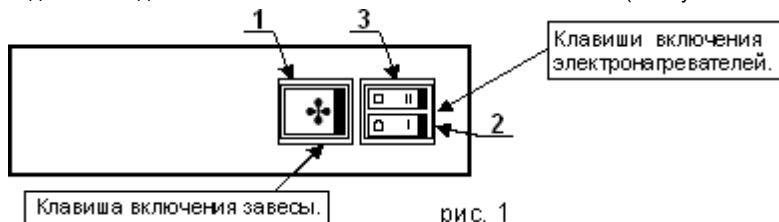

рис. 1
5.2. Включение. Установите клавишу 1 в положение * (см. рис. 1), при этом начинает работать вентилятор. Нажатие на любую из клавиш 2 или 3 включает половину мощности. Режим полной тепловой мощности включается нажатием на обе клавиши 2 и 3.